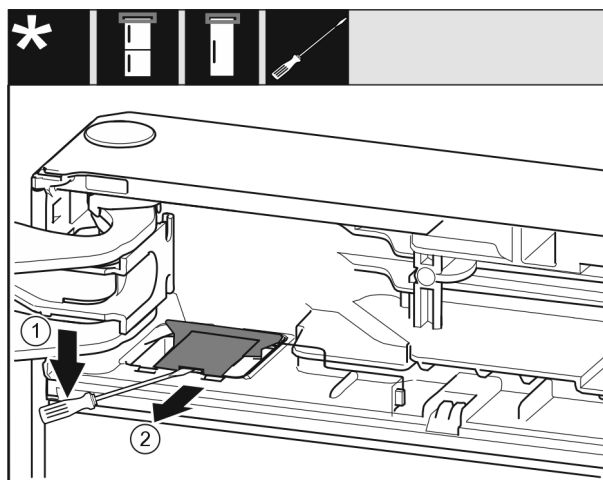

Fig. 12
- ▶ Odvijačem s ravnom glavom podignite poklopac Fig. 12 (1).
- ▶ Izvadite poklopac Fig. 12 (2).